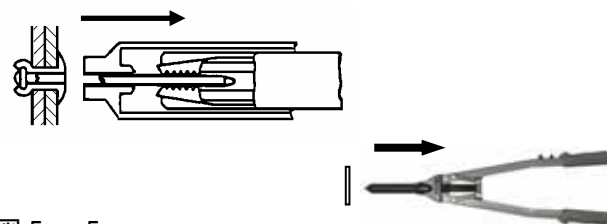

図5-5
- (3) リベットが締結されたら、ハンドルを閉じたままの状態、リベットツールを母材から離してください。(図5-5)